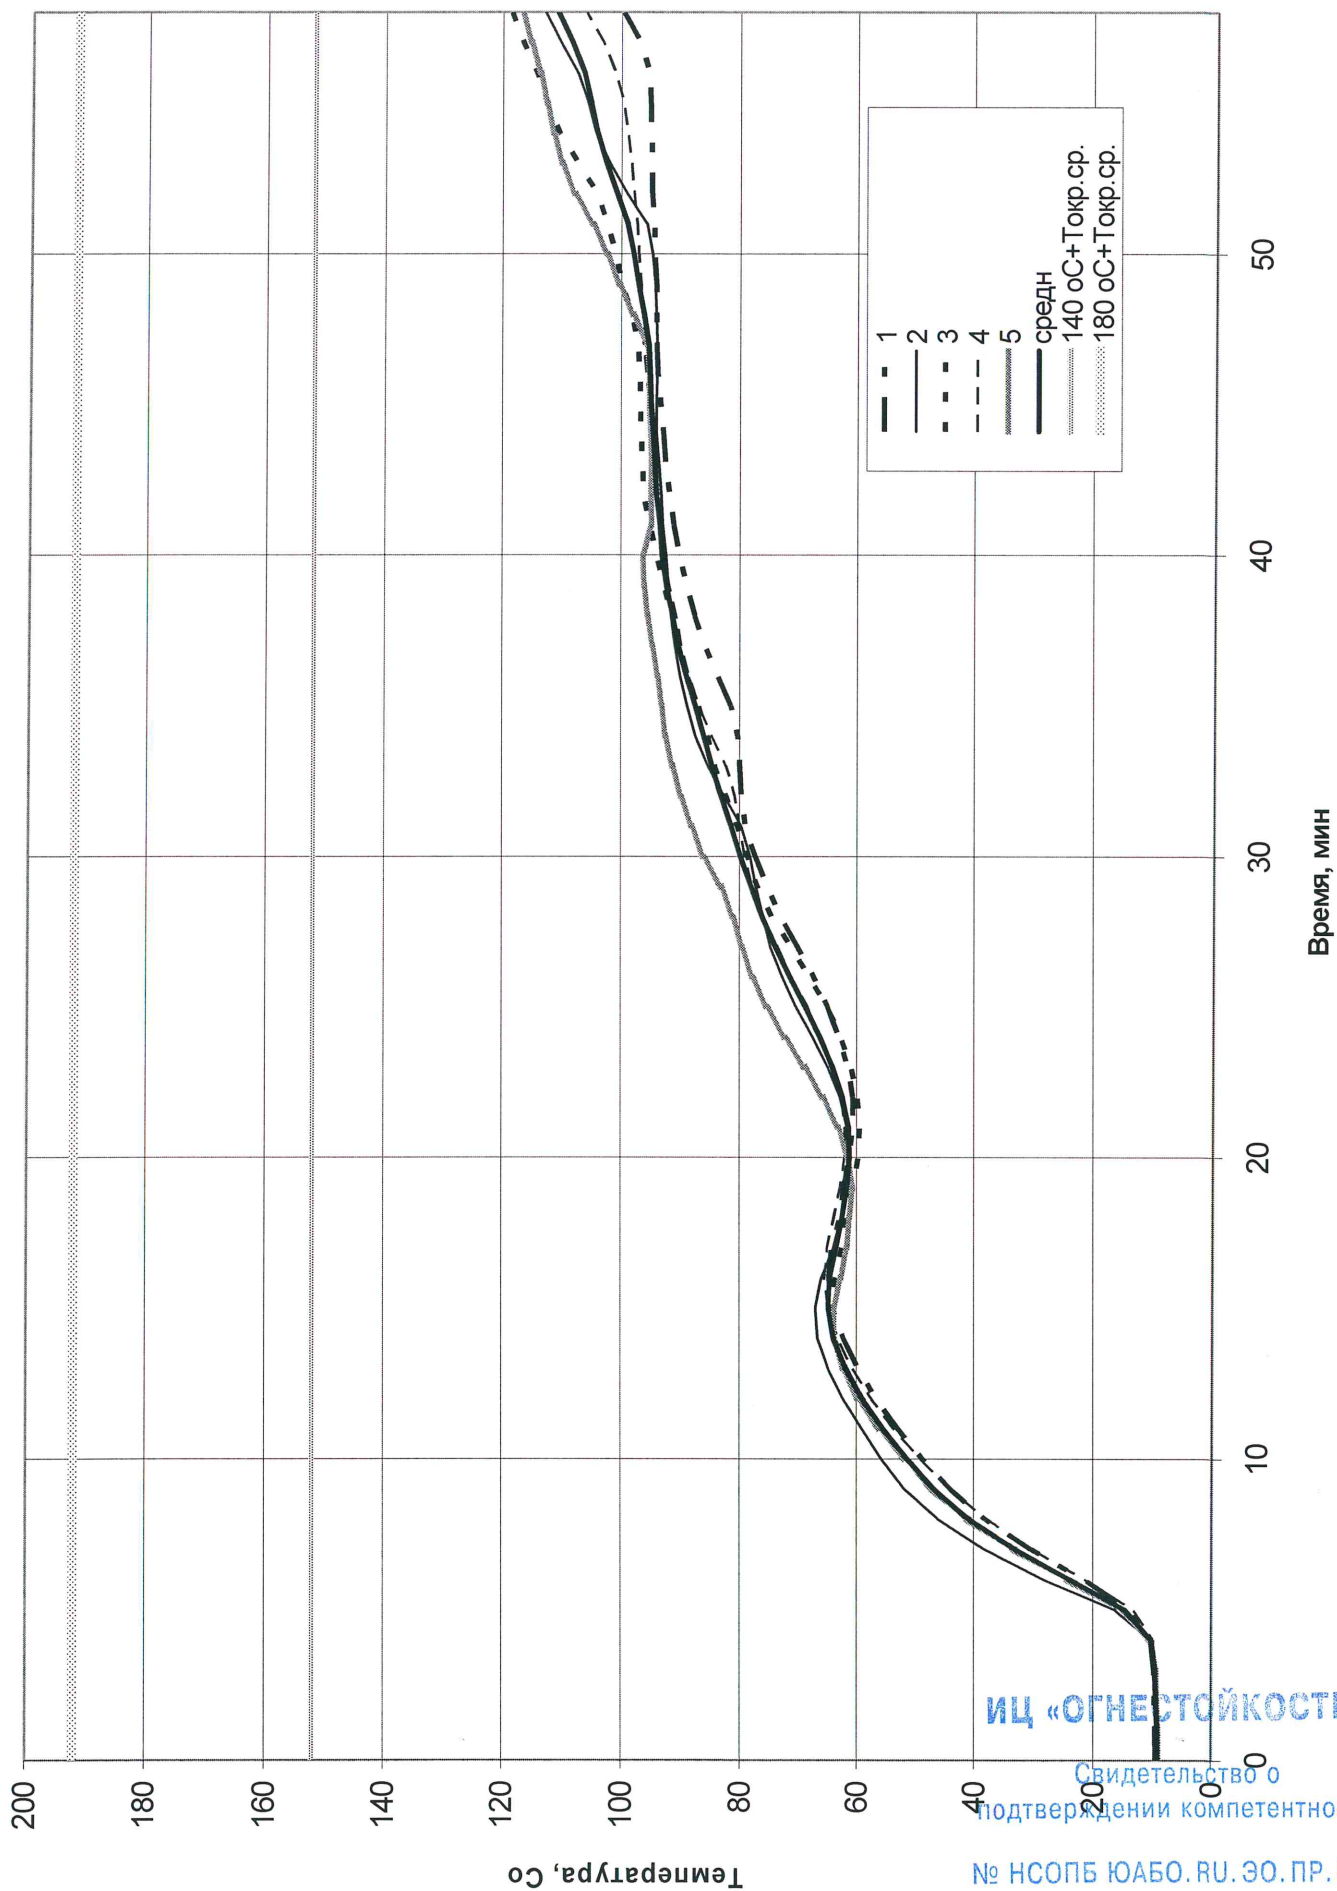

Рис.4. Изменение температуры на поверхности образца №1
- Температура на необогреваемой поверхности образца (рис. 4, 6);